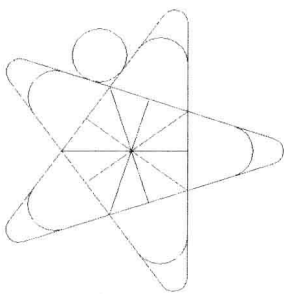

图 4-4-17
(1) 打开素材文件“4-4-6.dwg”, 如图 4-4-17 所示, 单击“常用”选项卡, 在“修改”面板中单击“阵列”按钮, 打开“阵列”对话框, 选择“环形阵列”选项, 在对话框中单击“选择对象”按钮, “阵列”对话框将暂时关闭, 命令行中提示“选择对象”, 选择要创建阵列的圆对象, 并按 Enter 键。